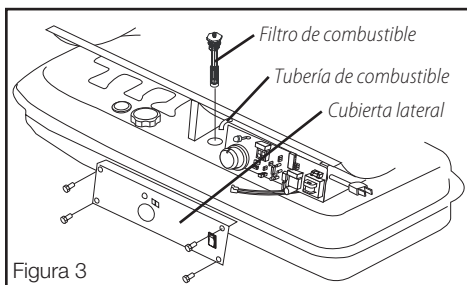

Figura 3
**NOTA:** Para extraer el filtro del modelo 80T-KFA, gire el filtro 90° hacia la derecha. Para extraer el filtro de los modelos 140T o 215T-KFA, gire el filtro 90° hacia la izquierda. Vea la Figura 3.